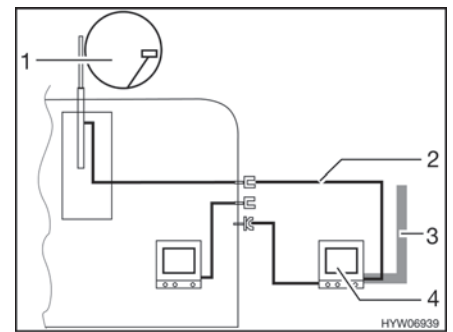

Fig. 130 TV en el área bajo el toldo
- TV en el área bajo el toldo (Fig. 130,4): Conexión a la antena del techo (Fig. 130,1) con el cable de conexión (Fig. 130,2)
- TV en el área bajo el toldo (Fig. 130,4): Conexión a antena externa (Fig. 130,3)